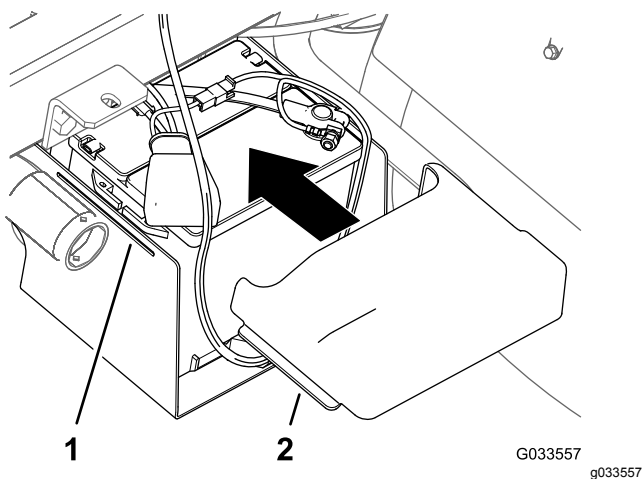

図 33
10. バッテリーカバーを両脇からたわめて、タブをバッテリーベースのスロットから外し、カバーを取り外す図 33。